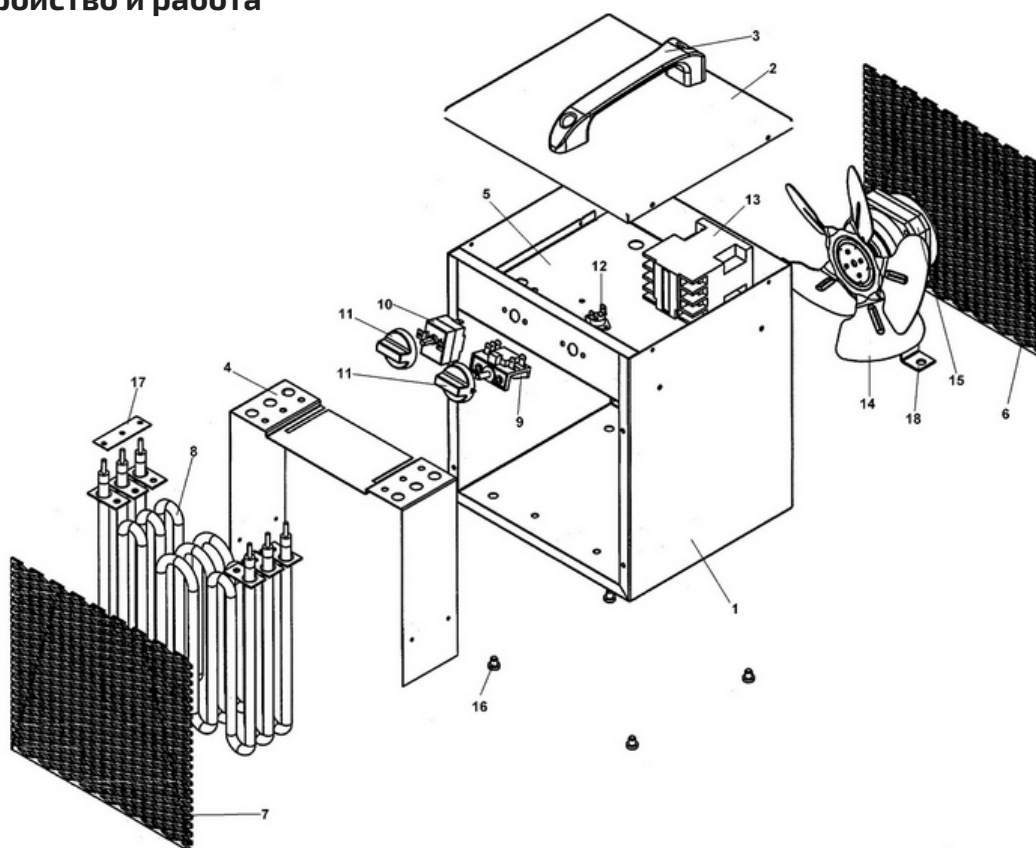

Рисунок 1. Внешний вид тепловентилятора
Конструктивно тепловентилятор представляет металлический корпус, в котором размещены электродвигатель (15 на рис.1) с крыльчаткой (14) и ТЭНы (8). Переключатель (9) на четыре положения предназначен для установления режимов работы. Термостат (12) отключает ТЭН в случае аварийного (ненормального) режима работы (перекрыто входное или выходное отверстие, перегрев вследствие остановки электродвигателя). Терморегулятор (капиллярный термостат) (10) предназначен для автоматического поддержания температуры в помещении на заданном уровне. При достижении заданной температуры терморегулятор отключает нагревательный элемент, оставляя включенным вентилятор. При понижении температуры всасываемого воздуха на 3 – 5 °С вновь включает нагрев.